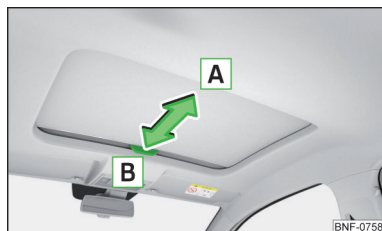

Fig. 37
- Para **abrir**, puxar o manipulador no sentido da seta **A** » Fig. 37.